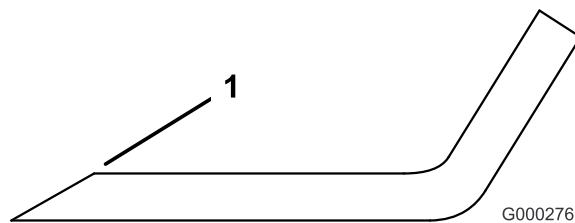

Figure 73
1. Aiguissez le tranchant à chaque extrémité de la lame (Figure 73). Veillez à conserver l'angle de coupe d'origine. Limez la même quantité de métal sur chacun des deux tranchants pour ne pas déséquilibrer la lame.